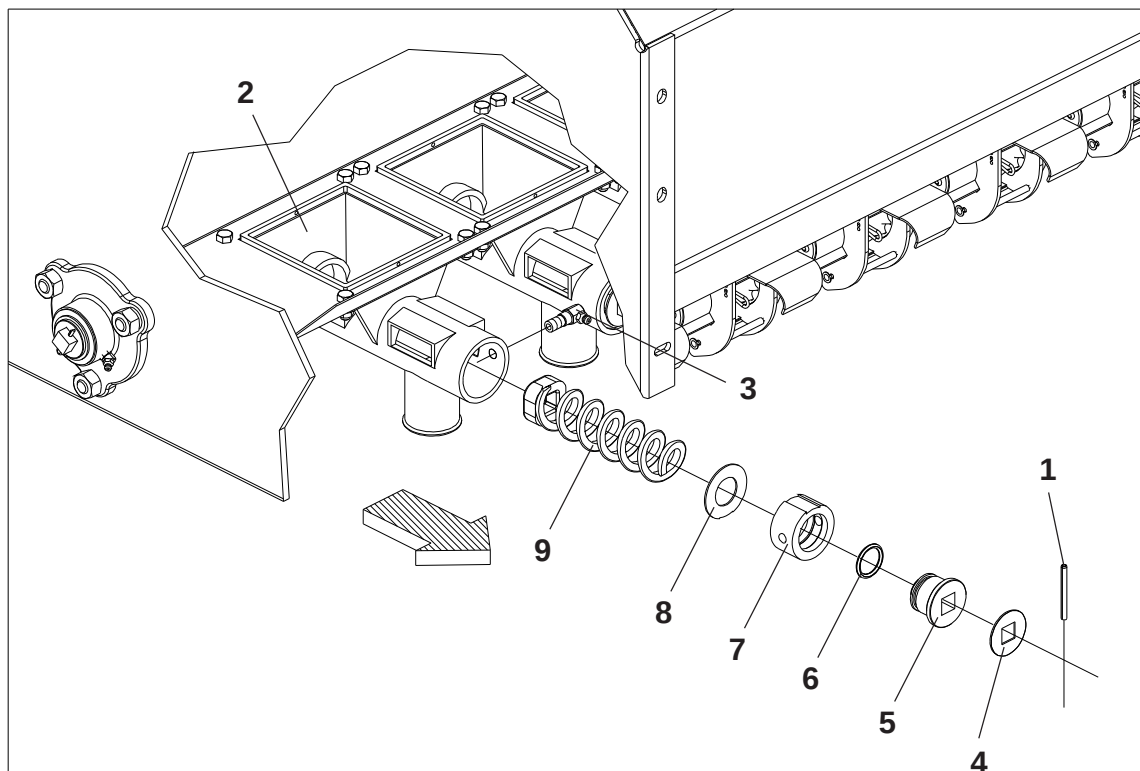

FIGURA 37
SISTEMA DE ADUBO (FIGURA 37)
- Tire o pino elástico (1) da parte traseira do canhão distribuidor (2). Em seguida, solte o parafuso (3), retire a arruela (4), bucha (5), anel (6), bucha (7), arruela (8) e finalmente a mola (9) puxando para trás, conforme mostra a **FIGURA 37**.